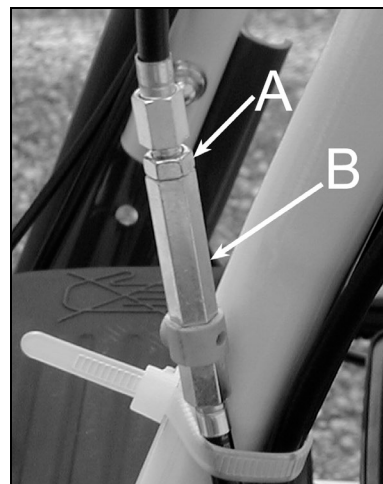

Figure 24
1. Dévissez le contre écrou (figure 24, repère A) du système de réglage de tension du câble de direction dont le train roulant dysfonctionne.
2. Tourner l'écrou de réglage (figure 24, repère B) pour ajuster la tension du câble.